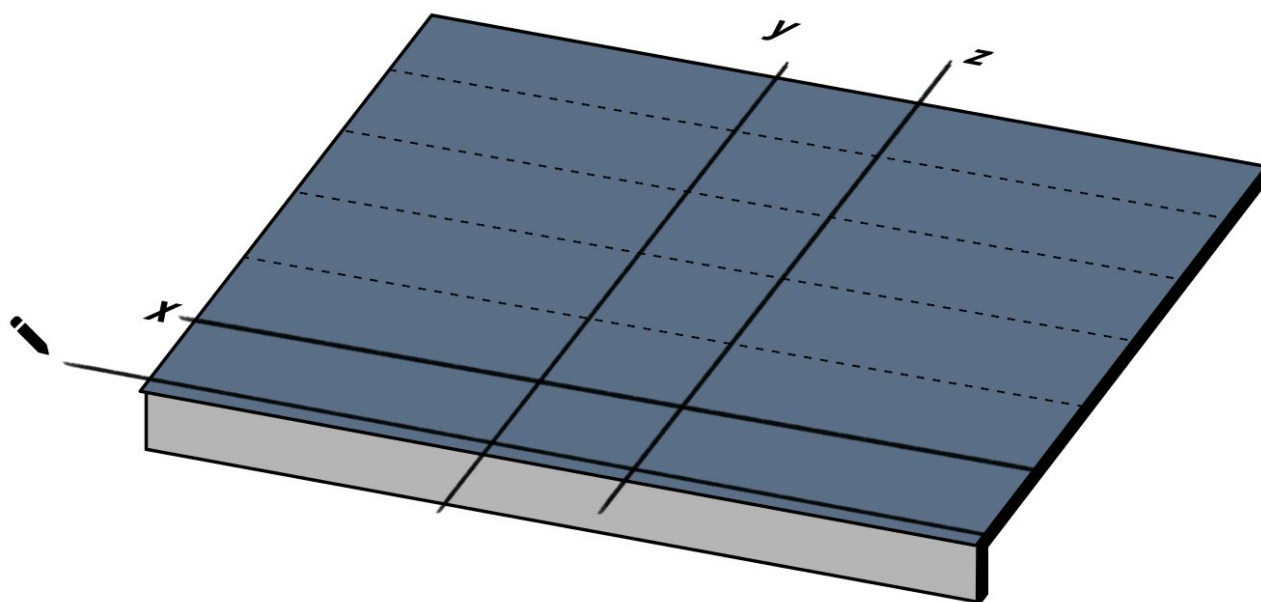

Fig. 5 - Posa Bitustick
- Applicare in corrispondenza della linea di gronda, sopra alla membrana/sottotegola, un cordolo di adesivo bituminoso Bitustick - Fig. 5;